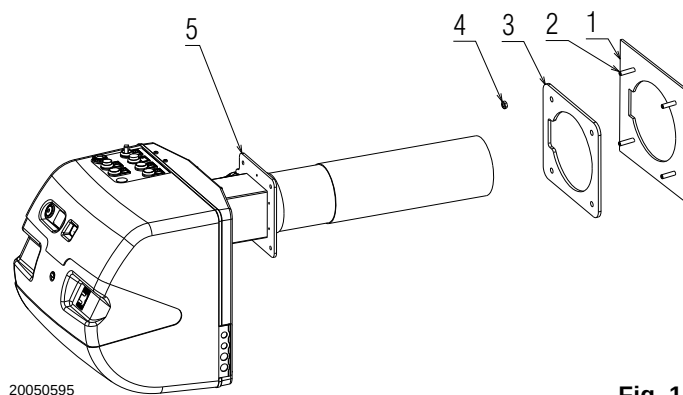

Fig. 15
- Fixer le capot 1)(Fig. 15) fourni comme équipement avec la vis 2).
- Enlever l'ensemble transformateur 3) et fixer les bagues de protection des câbles 4) et 5) (voir Fig. 15 à la page 21) à l'intérieur du brûleur.
- Fixer l'ensemble de rampe 6)(Fig. 15) en utilisant les 4 vis 7) fournies.